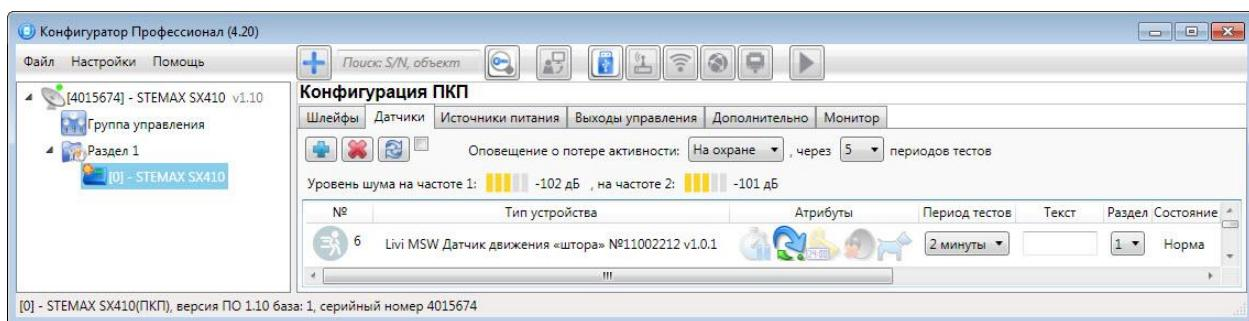

Рисунок 4.36 — Вкладка датчики (основные параметры работы радиоустройств)
В верхней части вкладки *Датчики* (см. рисунок 4.36) задаются основные параметры работы радиоустройств Livi.
- На вкладке *Датчики* нажмите кнопку (см. рисунок 4.36).